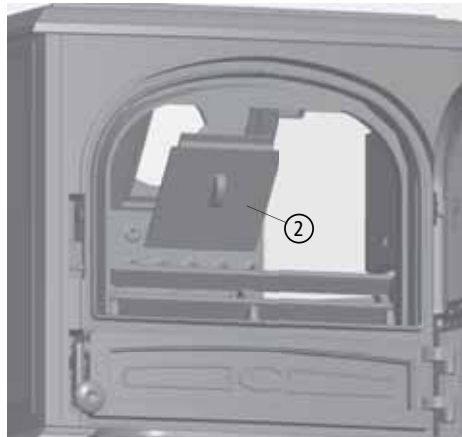

Abb. 3.4 Revisionsdeckel im Brennraum
- ② Revisionsdeckel (siehe Abb. 3.4) in der Brennraum-Rückwand entnehmen,
- ③ den oben in der Deckplatte befindlichen Blinddeckel von unten durch die Revisionsöffnung demontieren - mittig verschraubt mit VA-Sechskantmutter M6, SW 10mm,
- ④ den auf der Rückwand montierten Rohrstutzen lösen - seitlich verschraubt, 2 x VA-Sechskantschraube M6, SW 10mm - und den Rohrstutzen entnehmen,